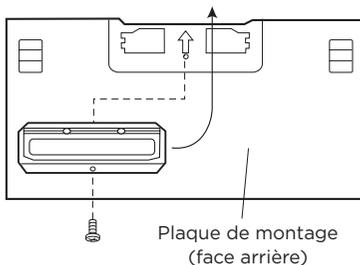

Figure 11
1. L'ensemble d'amortisseur d'échappement (figure 11) n'est pas requis pour le fonctionnement en recirculation.
- Fixez l'ensemble d'amortisseur d'échappement à l'arrière de la plaque de montage en le faisant glisser dans les fentes dans le même sens que la flèche. Voir la figure 11. À l'aide d'une vis taraudeuse de 4 x 12 mm du MATÉRIEL D'INSTALLATION, serrez en place..